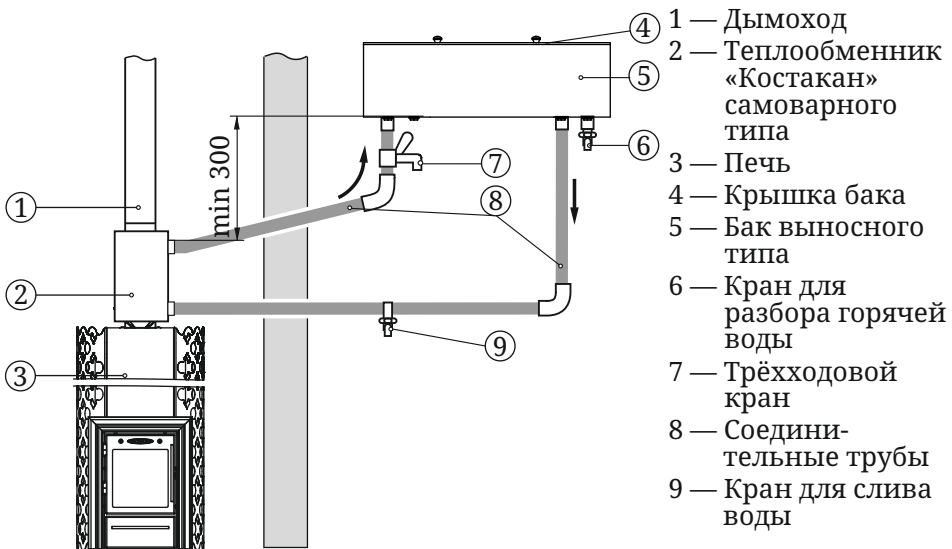

Рисунок 5. Схема монтажа системы водонагрева с использованием теплообменника «самоварного» типа
При необходимости получения горячей воды за более короткий срок, допускается производить разбор воды до ее попадания в бак. Для этого необходимо присоединить трехходовой кран типа «Т» (7) к трубе горячей линии, между верхним штуцером теплообменника и выносным баком в удобном для вас месте (рисунок 5).